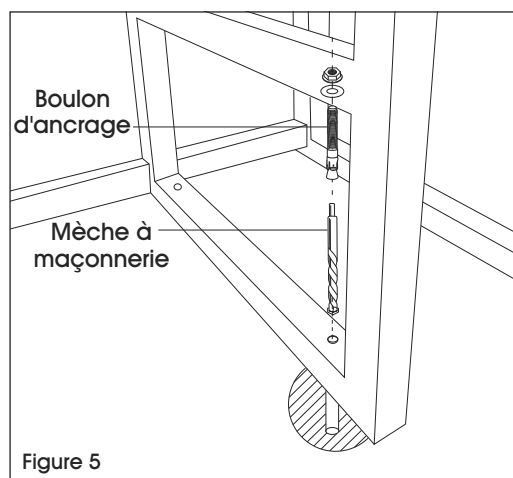

Figure 5
2. Using a 1/2" diameter masonry drill bit, drill a hole approximately 3 1/2" deep into the floor. (See Figure 5)
3. Clean out debris and dust from inside the hole. Fully insert the anchor bolt through the mounting hole on the rack and into the hole in the concrete. (See Figure 5)
2. Percez un trou d'environ 3 1/2 po de profondeur dans le sol avec une mèche à maçonnerie de 1/2 po de diamètre. (Voir Figure 5)
3. Retirez les débris et la poussière de l'intérieur du trou. Insérez le boulon d'ancrage entièrement dans le trou d'ancrage du support, puis dans le trou du béton. (Voir Figure 5)